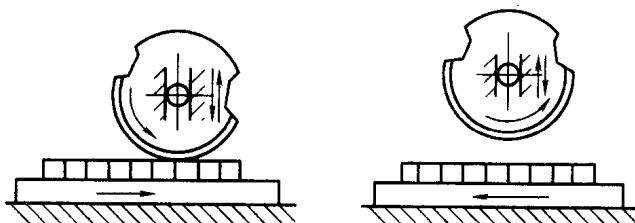

图 1-1-11 二回转印刷机工作原理
(1) 二回转印刷机 二回转印刷机工作原理如图 1-1-11 所示。压印滚筒向同方向连续旋转两周，版台往复运动一次，完成一个工作循环。当压印滚筒旋转第一周时，压印滚筒下降与印版接触进行印刷；当压印滚筒旋转第二周时，压印滚筒上升离开印版，此时版台进行返回行程。